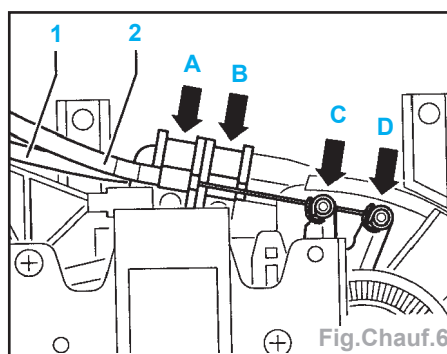

Fig. Chauff.6
- Accrocher le câble du volet au plancher (flèche D) (Fig. Chauff.6).
- Accrocher le câble du volet de dégivrage (flèche C) (Fig. Chauff.6).